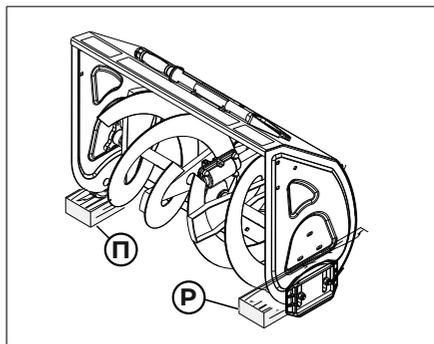

Рис. 34
5. Под каждый конец скребка поместите деревянный брусок (рис. 34, поз. П и Р), толщина которого будет такой же, как и нужная высота зазора.